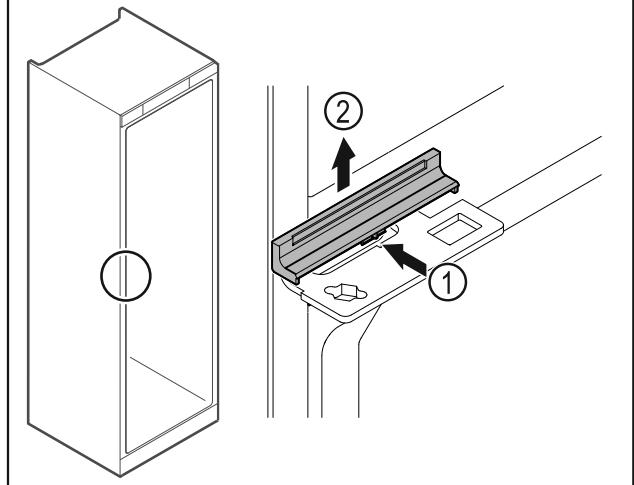

Fig. 43
- ▶ 轻轻压入中间的盖板 Fig. 43 (1)并朝上取下 Fig. 43 (2)。